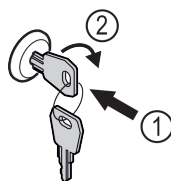

Fig. 129
- ▶ Inserire la chiave Fig. 129 (1).
- ▶ Ruotare la chiave di 90° in senso orario Fig. 129 (2).